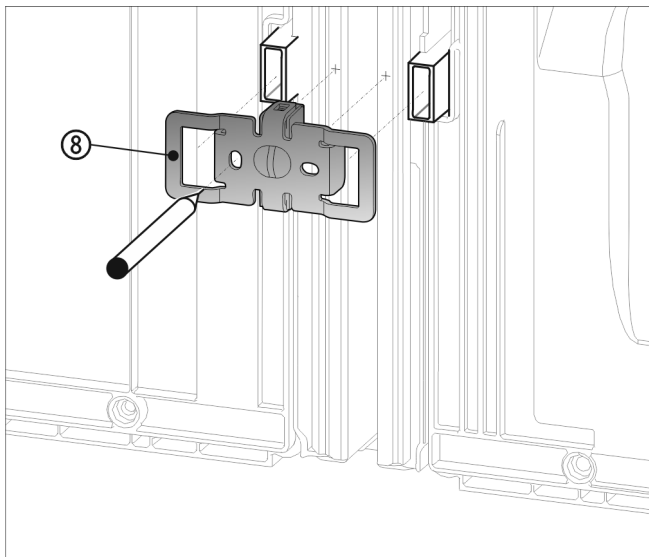

Fig. 20
- ▶ Winkel Fig. 20 (8) mit den Aussparungen über die Aufnahme für die Wandabstandshalter schieben.